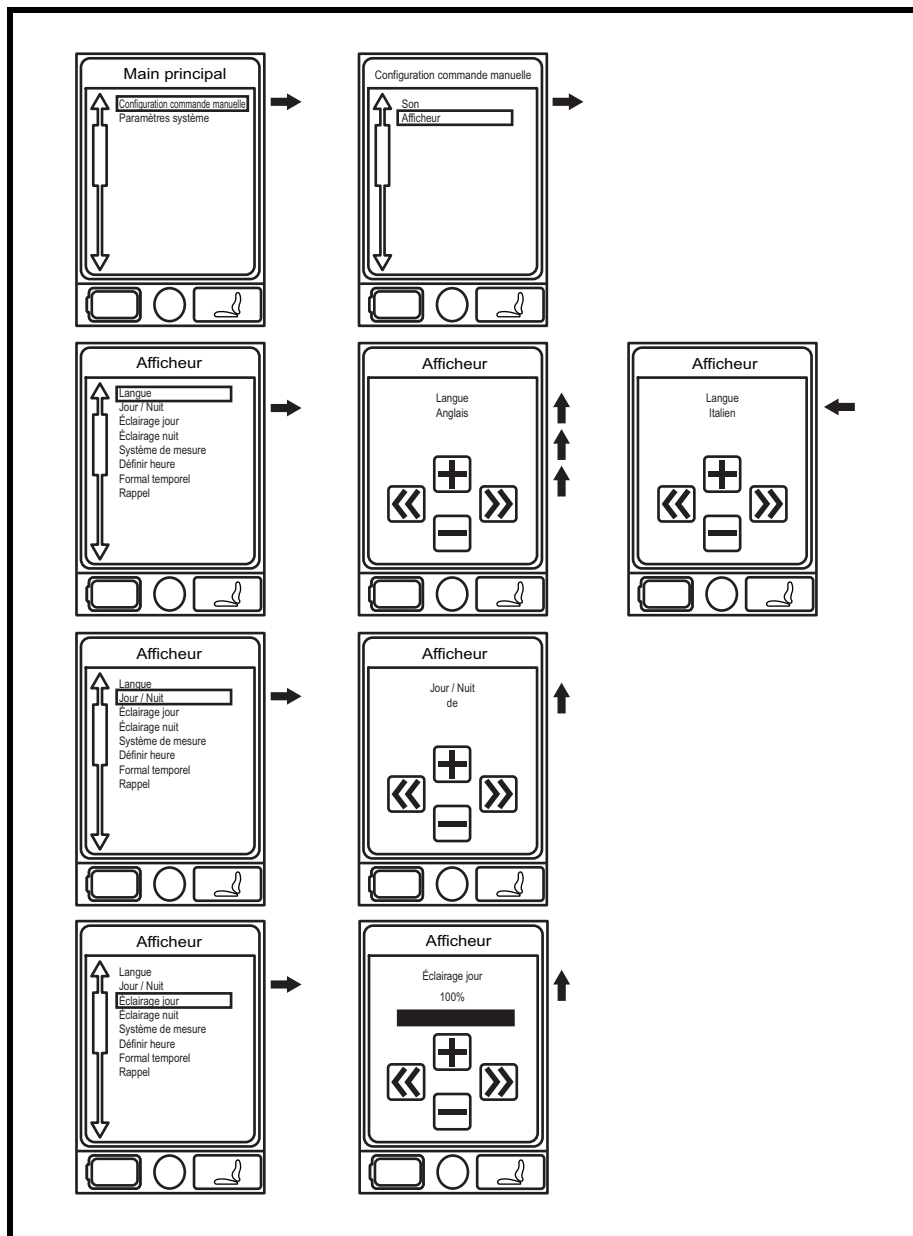

Figure 2A. Écran «Menu»
2. Pesez sur le bouton «Menu» pour accéder à l'écran principal. **Voir la figure 2A.**
3. Utilisez la manette pour sélectionner l'option «Réglages de la manette» puis poussez la manette vers la droite pour confirmer la sélection. **Voir la figure 2A.**
6. Poussez la manette jusqu'à ce que la langue désirée soit soulignée. **Voir la figure 2A.**